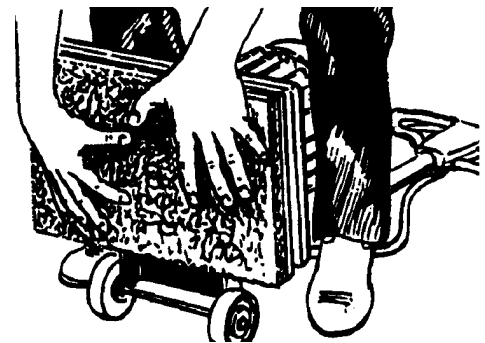

Figure 3
- D Appuyez le patin contre le plateau de ponçage auto-agrippant jusqu'à ce que les crochets de le plateau de ponçage auto-agrippant aient accrochés le patin (voir la Figure 3).